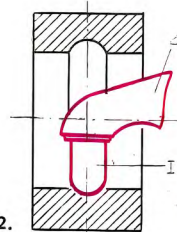

Рис. 2.
**У**льтразвуковым суперфинишем назван способ быстрого и чистого шлифования дорожек качения колец точных подшипников. Срезает металл (см. рис. 2) брусок (1), вибрирующий от малогабаритного преобразователя (2), подключенного к ультразвуковому генератору мощностью в 200—400 Вт. Деталь вращается с окружной скоростью в 250—450 м/мин, а брусок в это время давит на нее с усилием в 10—12 кг на каждый  $\text{см}^2$ . Чем выше окружная скорость, тем быстрее обработка и чище поверхность. Основной припуск снимается за 6—10 с. После этого амплитуду колебаний уменьшают, и выглаживание (12-й класс чистоты) уже длится 12—15 с. Такая обработка уменьшает шероховатость поверхности с 1—2 до 0,05—0,2 микрон.